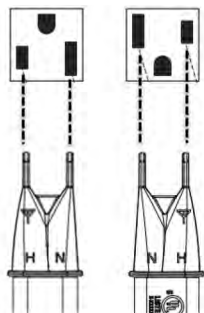

Fig. 2
- Insérer les embouts comme indiqué Fig. 2 de manière à engager complètement les embouts dans la prise pour s'assurer de l'absence de tension c.a. du côté neutre de la prise.